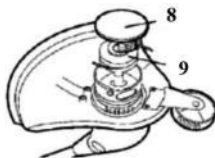

Рис.17
2.Снимите держатель катушки с леской (8) и катушку (9). См.рис.17